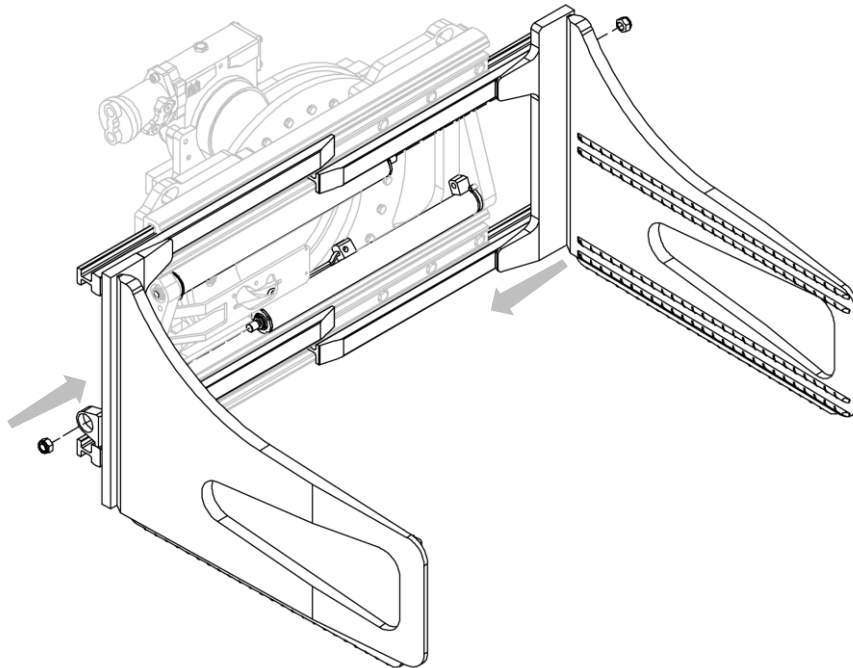
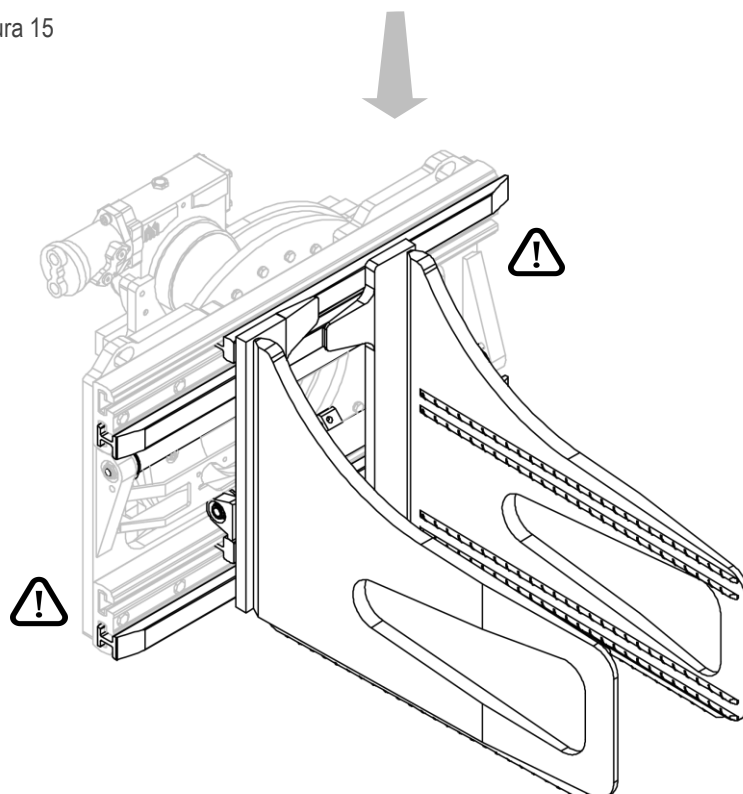

Figura 15
Figura 16
2. Inserire le forcelle, con le relative ganasce, nelle apposite sedi e vincolarle ai cilindri mediante i relativi dadi (vedi *Figura 15* e *Figura 16*).